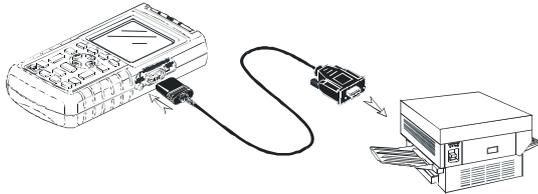

Abbildung 7-1. Anschließen eines seriellen Druckers
- Das optisch isolierte RS-232-Adapterkabel (PM9080, separat erhältlich), um einen seriellen Drucker an die optische Schnittstelle oder OPTICAL PORT des Messgeräts anzuschließen. Siehe Abbildung 7-1.